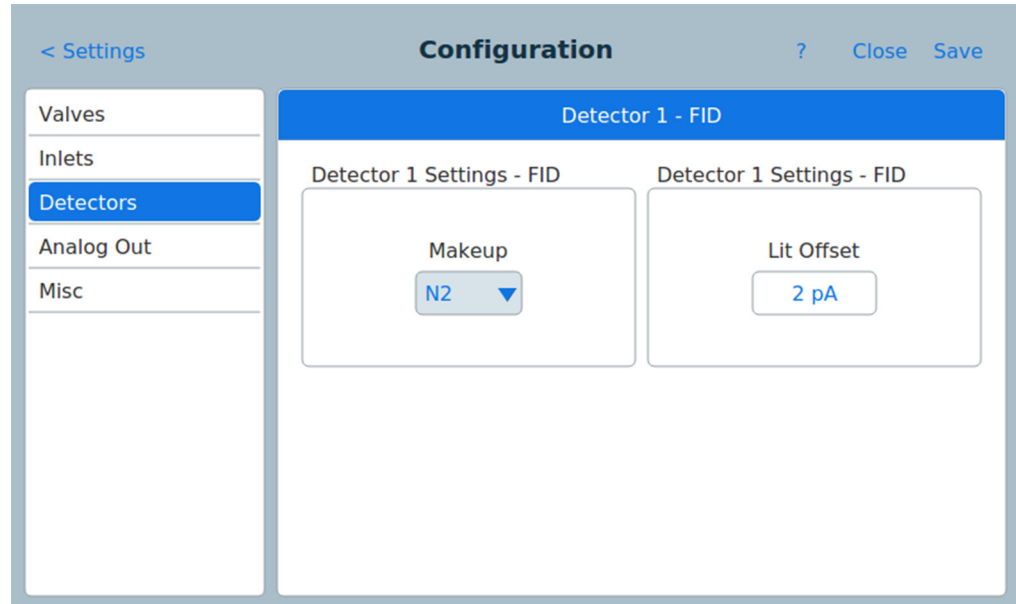

Abb. 58 Seite „Detectors“
- 3 Wählen Sie den Gerätetyp **Detectors** aus der Liste auf der linken Seite des Bildschirms. Die Eigenschaften für den ausgewählten Gerätetyp werden auf der rechten Seite des Bildschirms angezeigt. Siehe Abb. 58.